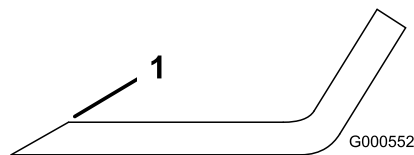
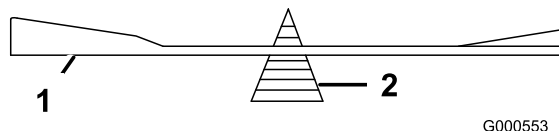

Bild 51
Bild 52
1. Schärfen Sie die Schnittkante an beiden Enden des Schnittmessers mit einer Feile (Bild 51). Behalten Sie den ursprünglichen Winkel bei. Das Schnittmesser behält seine Auswuchtung bei, wenn von beiden Schnittkanten die gleiche Materialmenge entfernt wird.
2. Überprüfen Sie die Auswuchtung des Schnittmessers auf einer Ausgleichsmaschine (Bild 52). Wenn das Schnittmesser in seiner horizontalen Position bleibt, ist es ausgewuchtet und kann wiederverwendet werden. Feilen Sie, wenn das Schnittmesser nicht ausgewuchtet ist, vom Flügelbereich des Messers etwas Metall ab (Bild 51). Wiederholen Sie diesen Vorgang, bis das Messer ausgewuchtet ist.